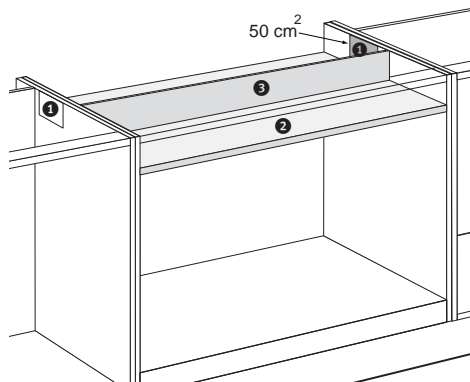

Abb. 12
- Sägen Sie die Belüftungöffnung(en) aus, so dass die Gesamtfläche der Öffnungen minimal 100 cm² beträgt. Siehe hierzu z.B. Abbildung 12 mit 2 Öffnungen von je 50 cm².